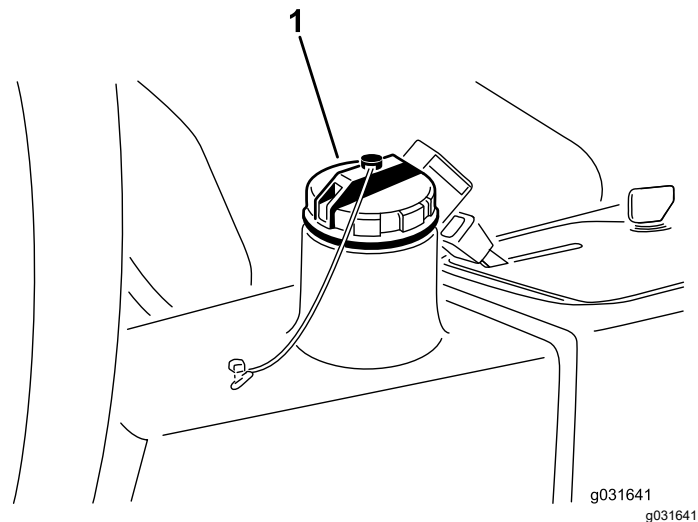

Figura 66
4. Riempite il serbatoio idraulico (Figura 66) con circa 13,2 litri di fluido idraulico; fate riferimento a Specifiche del fluido idraulico \(pagina 54\) e Controllo del livello del fluido idraulico \(pagina 54\).